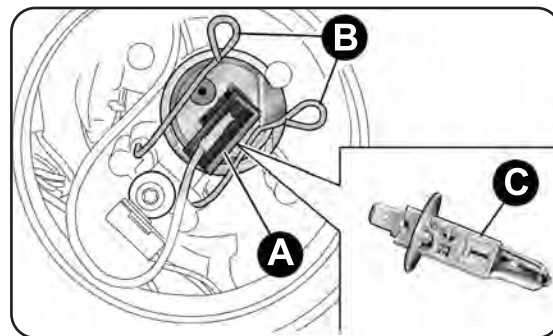

fig. 132
- saque el conector A-fig. 132 y abra las lengüetas B hacia el exterior;